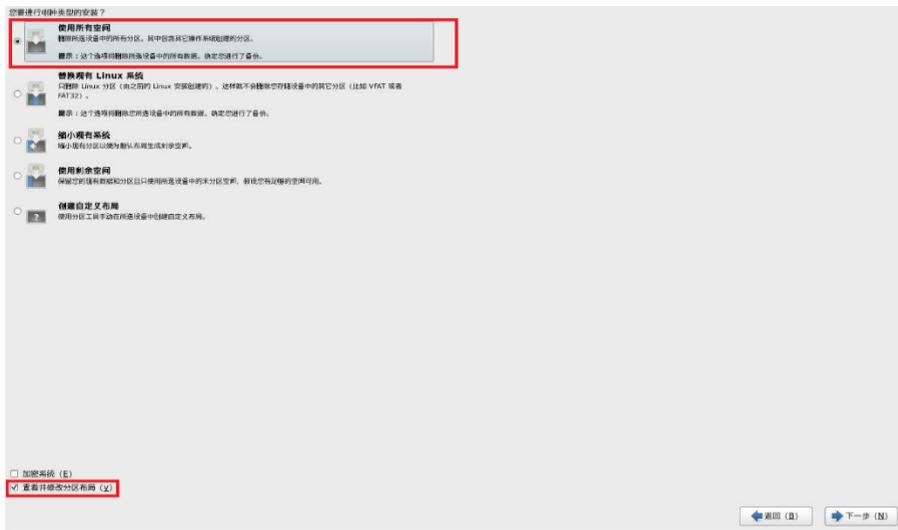

图 6-30
- k. 完成根密码设置后, 进行安装空间设置, 如图 6-30 所示。初次安装选择使用所有空间, 并勾选查看并修改分区布局。